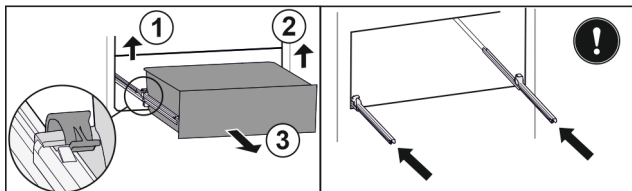

Fig. 79
- ▶ Zvedněte levou svorku a současně vytáhněte zásuvku vlevo dopředu. Fig. 79 (1)
- ▶ Zvedněte pravou svorku a současně vytáhněte zásuvku vpravo dopředu. Fig. 79 (2)
- ▶ Vyjměte zásuvku dopředu. Fig. 79 (3)